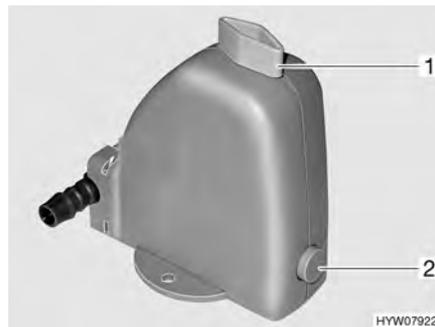

Fig. 152 Valvola di sicurezza/di scarico del boiler
Il boiler è dotato di una valvola di sicurezza/di scarico (Fig. 152). La valvola di sicurezza/di scarico impedisce che l'acqua congeli nel boiler in presenza di basse temperature esterne, quando il riscaldamento dell'autocaravan non è acceso.
- Chiudere la valvola di sicurezza/di scarico. A tal fine ruotare la manopola (Fig. 152,1) verticalmente rispetto alla valvola di sicurezza/di scarico e premere verso l'interno il bottone automatico (Fig. 152,2).
- Aprire la valvola di sicurezza/di scarico. A tal fine ruotare la manopola (Fig. 152,1) nel senso della lunghezza della valvola di sicurezza/di scarico. Il bottone a pressione (Fig. 152,2) scatta all'infuori. Il boiler viene svuotato verso l'esterno tramite la valvola di sicurezza/di scarico.